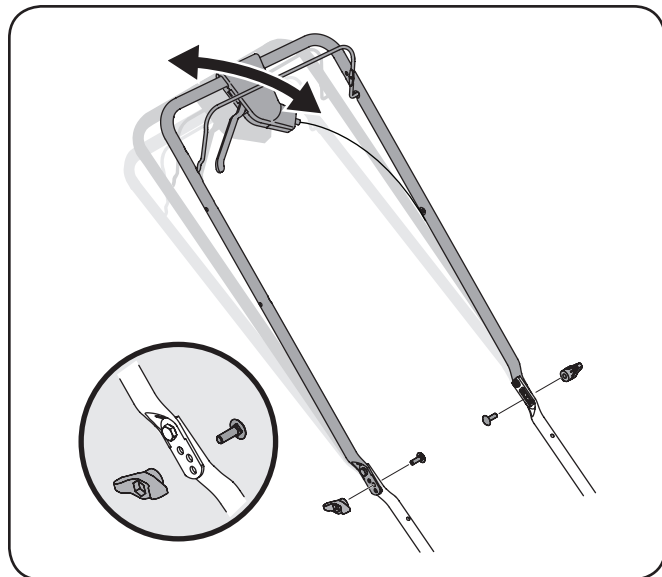

Figura 3-11
1. Quite los tornillos y tuercas de mariposa transporte de manejar. Vea Figura 3-11.
2. Coloque el mango en una de las tres posiciones que se sienta más cómodo. Vea Figura 3-11 inserción.